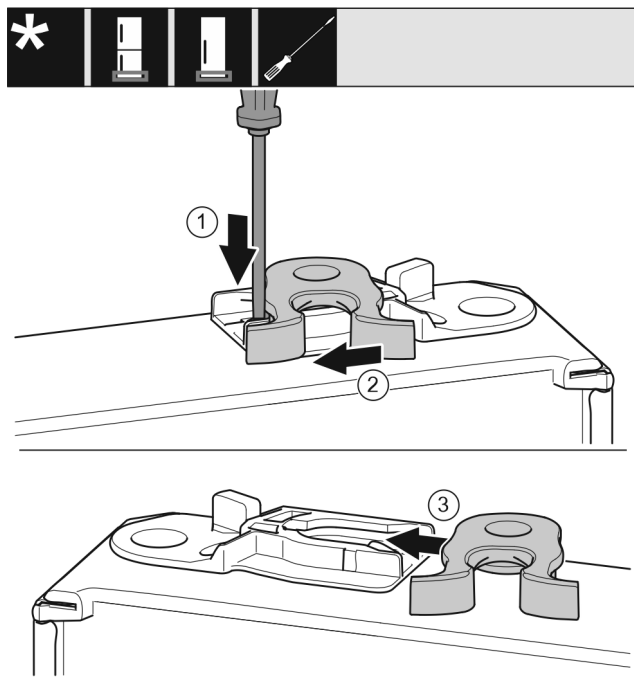

Fig. 16
- Premere la linguetta verso il basso con un cacciavite a testa a intaglio. Fig. 16 (1)
- Estrarre il gancio di chiusura dalla guida. Fig. 16 (2)
- Spingere il gancio di chiusura sull'altro lato nella guida. Fig. 16 (3)